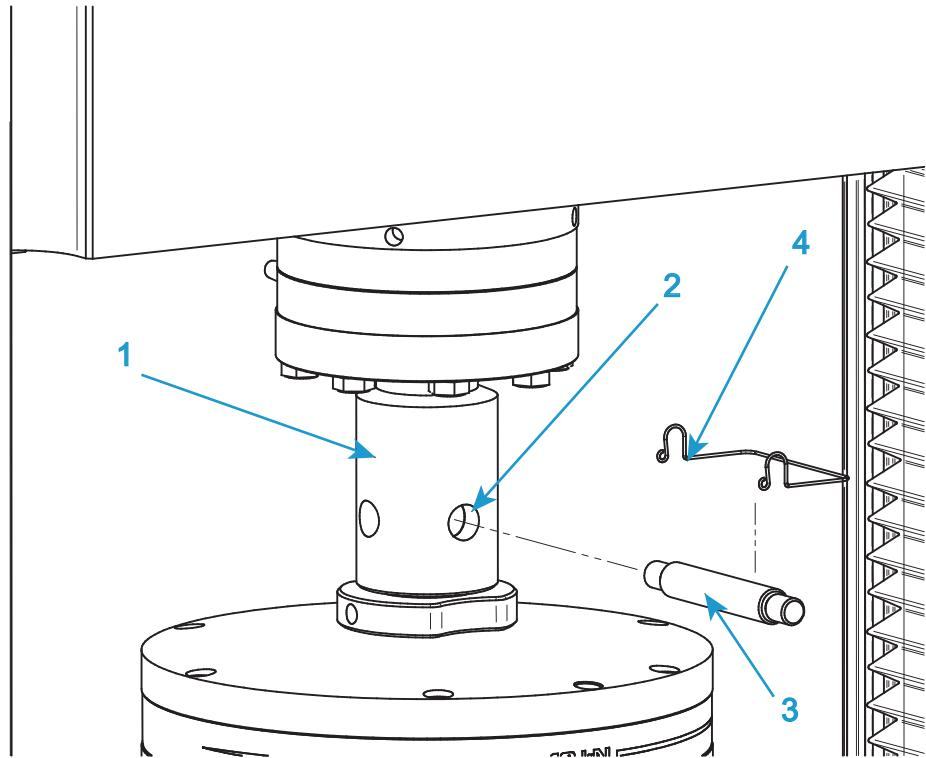

図20. 一般的なグリップの取り付け
この手順を実行するときは、94ページの図20を参照してください。
1. 上側グリップでは、グリップのアダプタをロードセルアダプタのメスクレビスソケット(図20の1)に挿入します。
2. クレビス穴(図20の2)の位置を合わせ、クレビスピン(図20の3)を穴に差し込みます。
3. クレビスピンクリップ(図20の4)でクレビスを所定の位置に固定します。